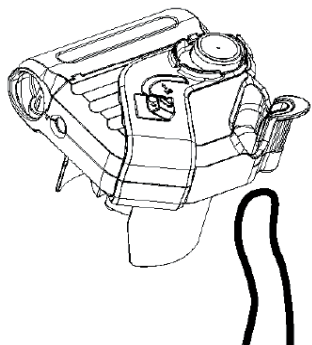

Fig. 7
1. Doble el cable de alimentación hacia atrás, aproximadamente a 30 cm del extremo. Pase el bucle a través de la descarga de tensión del cable (15) y cuelgue el bucle en el gancho. Tire suavemente del cable para asegurarse de que esté sujeto (fig. 7 y 8).